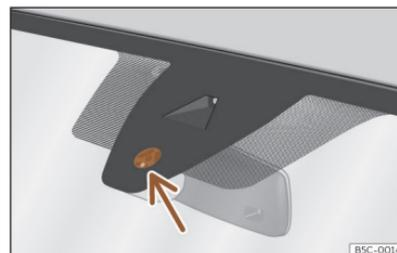

Fig. 83 Superficie sensible del sensor de lluvia.
Las posibles causas de anomalías e interpretaciones erróneas en la zona de la superficie sensible >>> **fig. 83** del sensor de lluvia son, entre otras:
- **Suciedad:** el polvo seco, la cera, el recubrimiento de los cristales (efecto loto) o los restos de detergente (túnel de lavado) pueden disminuir la efectividad del sensor de lluvia o hacer que reaccione más tarde, más despacio o que no funcione. Limpie regularmente la superficie sensible del sensor de lluvia >>> **fig. 83** (flecha) y compruebe posibles daños en las escobillas.